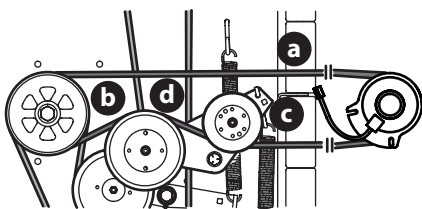

Figure 52
- Retirez la courroie de PDF (a) du plateau de coupe en suivant les instructions du chapitre Retrait du plateau de coupe puis retirez-le d'autour de l'embrayage de la prise de force (Figure 52).
- Acheminement de la courroie de PDF (a) (Figure 52).
- Après avoir acheminé la courroie autour de la poulie de PDF (b), utilisez une clé de 1/2 po dans le support de la poulie de tension (c) et tournez vers la droite de la tondeuse pour terminer l'acheminement de la courroie autour de la poulie de tension (d) (Figure 52).